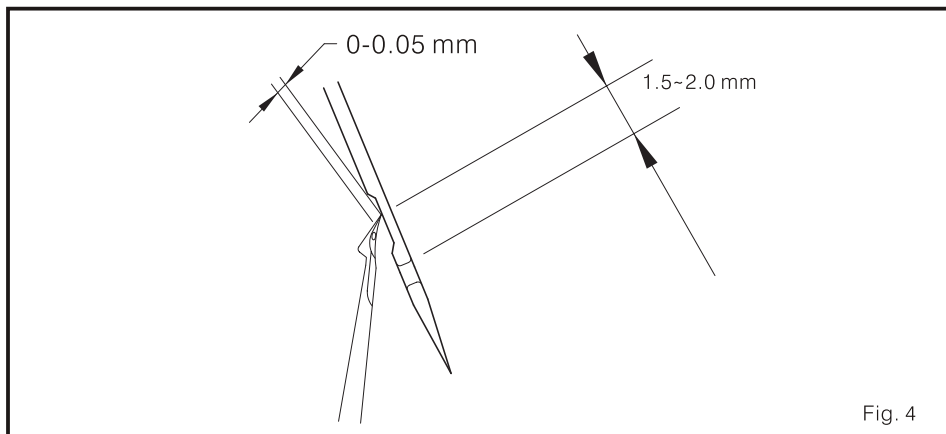

Fig. 4
(2) Quando mover a extremidade do looper inferior do ponto morto da esquerda ao centro da agulha esquerda, a distância entre looper inferior e a agulha deve ser 0 mm ~0.05 mm. Também, por favor confirme que a extremidade do looper inferior fique 1.5 mm ~2.0 mm sobre o buraco da agulha esquerda. (Fig. 4)